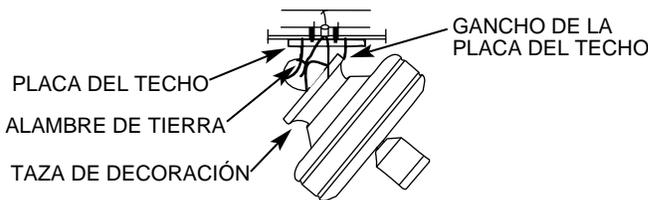

FIGURA 5A
C. Teniendo cuidado de no rayar la taza de decoración, cuelgue el ventilador del gancho que está en la placa del techo con una de las 2 ranuras de la taza de decoración. Ver Figura 5A.
una de las (2) ranuras que están en la taza de decoración. Ver Figura 5A.